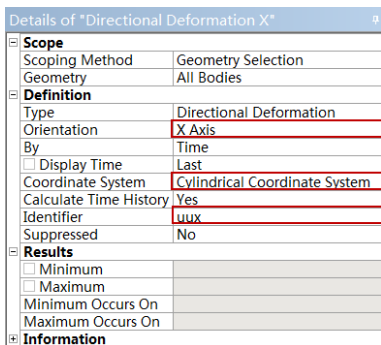

图 10-30 径向变形参数设置
- 步骤 06** 如同步骤⑤，选择 Solution 工具栏中的“Deformation”（变形）→“Directional”（方向）命令，此时在分析树中会出现“Directional Deformation”（方向变形）选项，利用〈F2〉快捷键重新命名为“Directional Deformation X”。在参数设置列表中设置各参数，如图 10-30 所示。